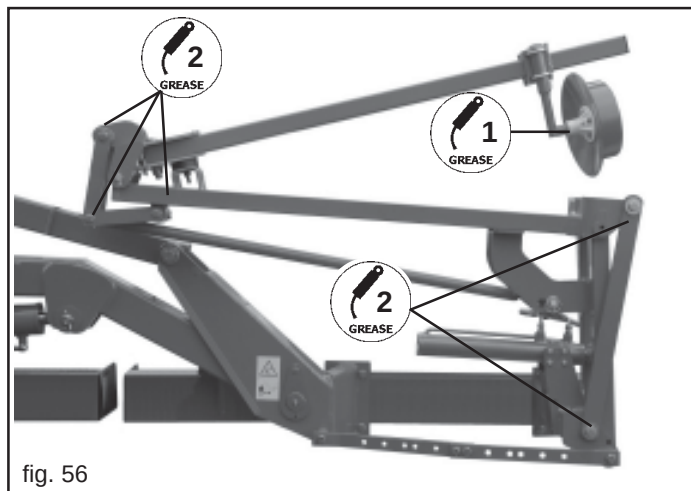

fig. 56
- Engrasar el perno de los discos marcadores de hileras (1, Fig. 56).
- Engrasar el perno del brazo marcador de hileras (2, Fig. 56).